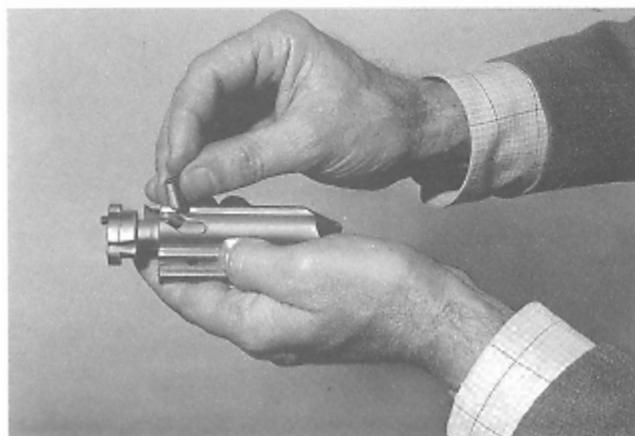

Fig. 31
- 10) Togliere il perno rotazione testa di chiusura dall'otturatore (fig. 31).
- 10) Remove the locking head pin from the bolt (fig. 31).
- 10) Retirer le pivot de rotation de la tête de fermeture de l'obturateur (fig. 31).